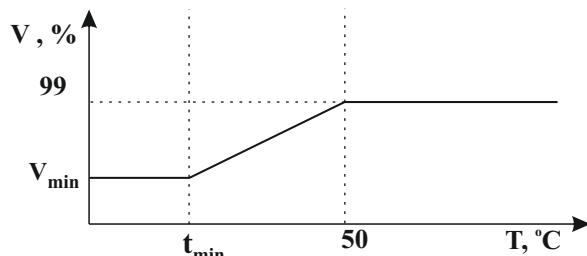

Рис.1 - Зависимость скорости вращения вентилятора от температуры конденсатора
4.3. Прибор осуществляет регулирование скорости вращения вентилятора в зависимости от измеренной температуры на конденсаторе кондиционера. График изображен на рис.1.